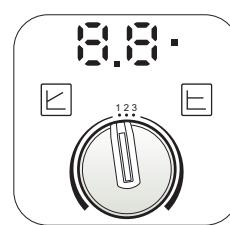

рис. 34
- Настройка максимальной постоянной скорости (рис. 34)